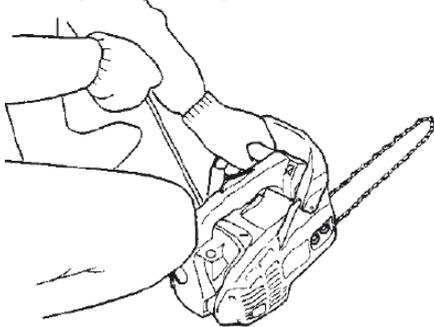

Fig.24
- 2) La tronçonneuse doit être suspendue au moyen d'une corde au harnais de l'opérateur (Fig. 24) accrochée avec un mousqueton (fig.32).